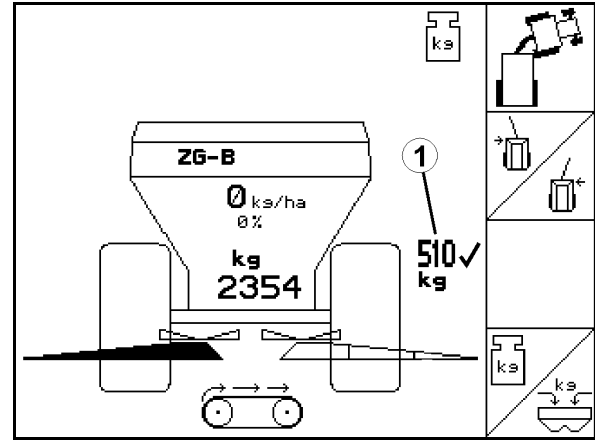

Fig. 24
- Çalışma menüsünde atılan gübre miktarı gösterilir (Fig. 24/1).